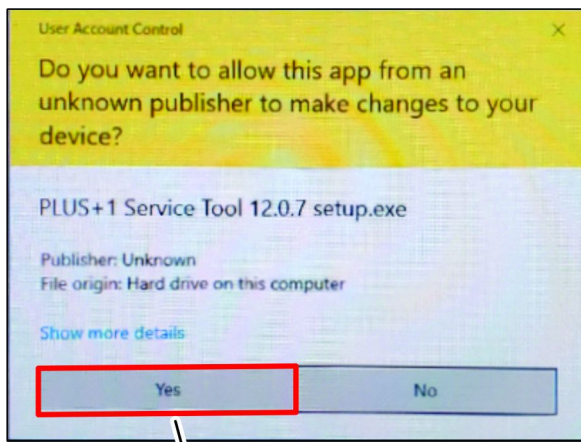

Figure 18
2. Si la boîte de dialogue Contrôle du compte utilisateur s'affiche, cliquez sur le bouton Oui (Figure 18).